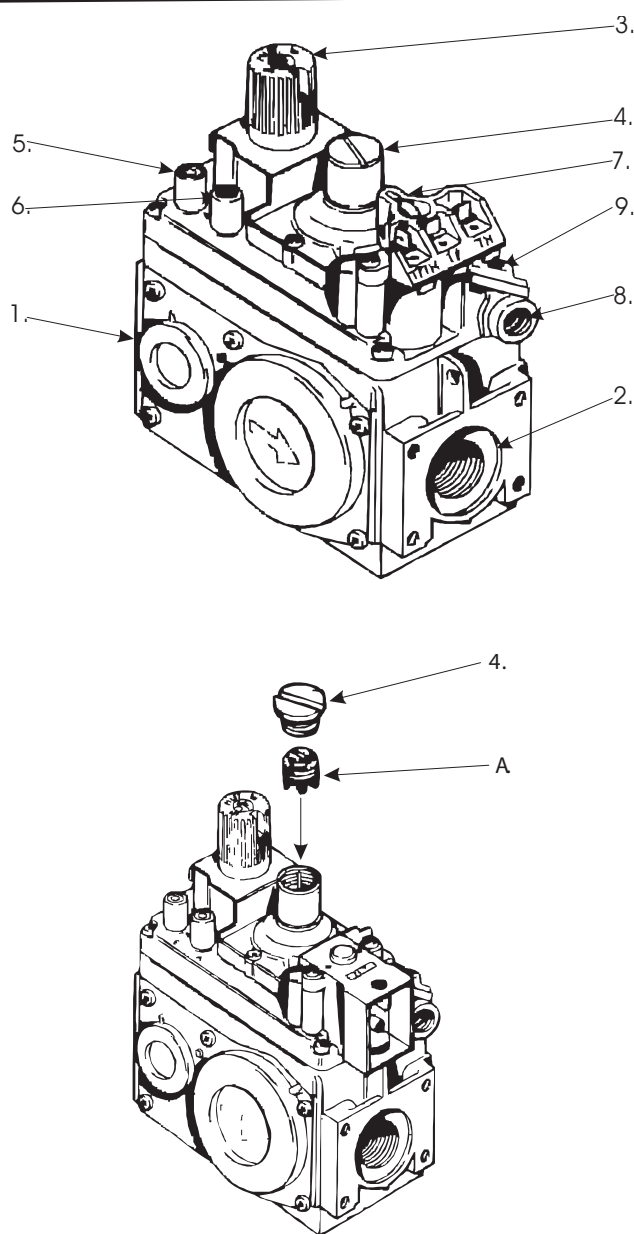

рис. 4
Элементы регулирования газовой арматуры (рис. 4):
4. Регулирующий винт газовой арматуры А (рис. 4) поверните на максимум.